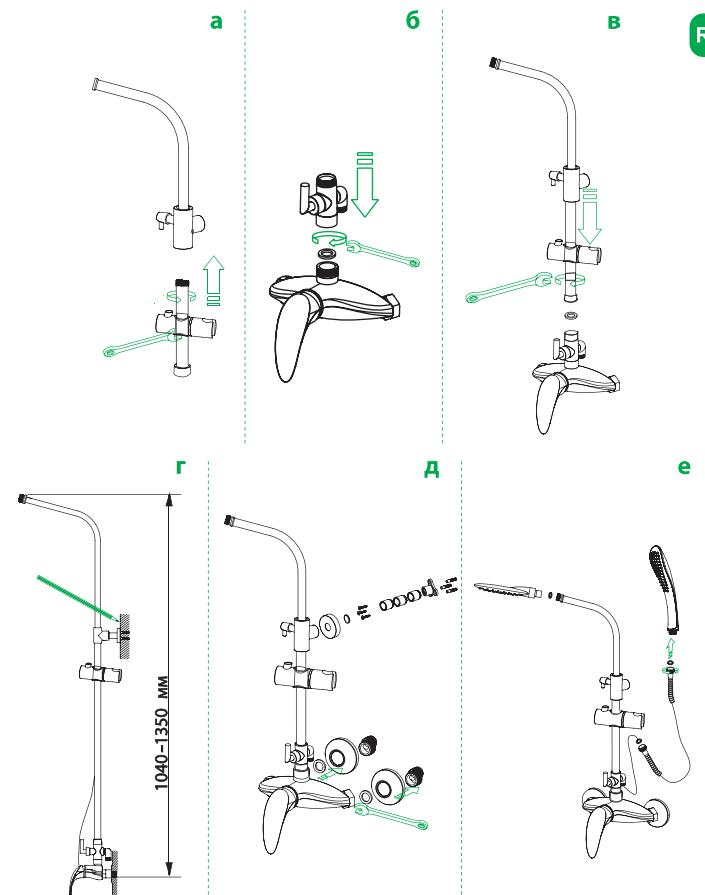

Рис. 2
1. Отключите систему холодного и горячего водоснабжения. Ввинтите эксцентрические переходники (см. рис. 2) в выходы трубопроводов системы водоснабжения, предварительно уплотнив резьбовую часть изоляционным материалом. Подберите положение эксцентрических переходников, при котором они совпадут и будут соответствовать присоединительному расположению смесителя. При этом положение смесителя должно быть горизонтальным.
4. Установите стойку для душа (рис. 2). Отрегулируйте ее, выбрав необходимую высоту для комфортного использования. С помощью входящего в комплект крепежа установите и зафиксируйте верхний держатель стойки. Установите верхнюю душевую насадку.